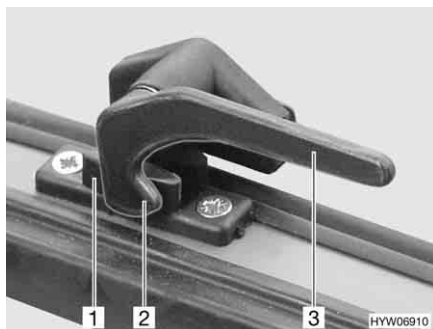

Fig. 22 Leva di serraggio in posizione "Chiuso"
- Ruotare la leva di serraggio (Fig. 22,3) di un quarto di giro verso il centro della finestra.
- Ruotare la leva di serraggio (Fig. 22,3) di un quarto di giro verso il telaio della finestra. Il nasello di chiusura (Fig. 22,2) si trova sul lato interno della chiusura della finestra (Fig. 22,1).
- In posizione "Completamente chiusa" (Fig. 22)